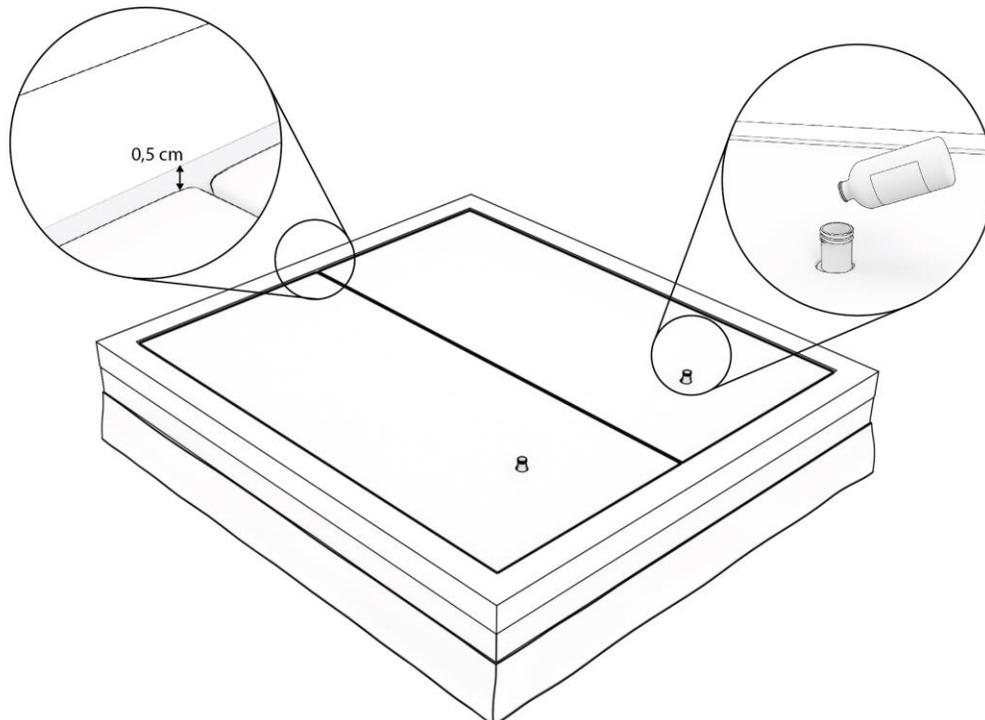

Abbildung 12: Wassermatratze bis 0,5 cm unterhalb des Schaumstoffrandes gefüllt und in beiden Matratzen Konditionierer hinzugefügt.
- ⚠ **Achtung:** Nachdem Sie die Matratze(n) gefüllt haben, müssen Sie den Wasserbett Konditionierer hinzufügen. Siehe Abbildung 12.
- ⚠ **Achtung:** Achten Sie beim Füllen darauf, dass alle Falten und Knicke in der Matratze zu den Ecken hin geglättet bzw. gedehnt werden, wie in Abbildung 12 dargestellt.
- ⚠ **Achtung:** Wenn Sie Ihr Bett zum ersten Mal füllen, ist es ratsam, die Matratze bis etwa 0,5 cm unter den Schaumstoffrand zu füllen. Siehe Abbildung 12.